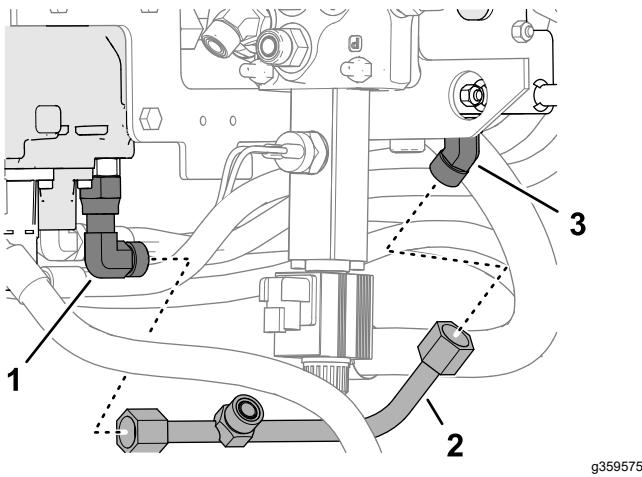
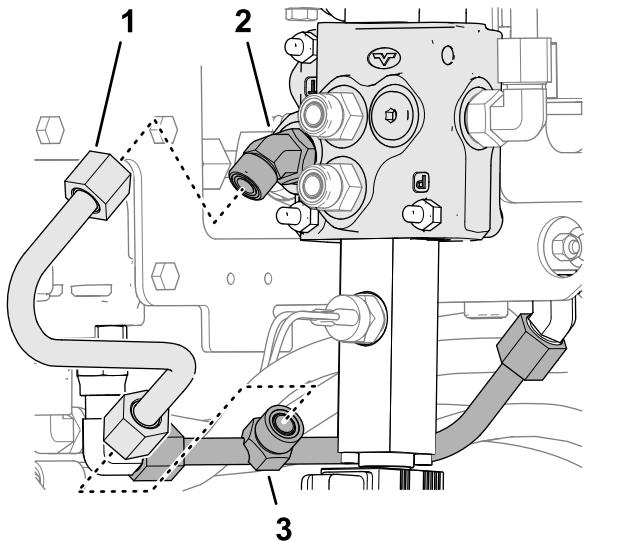

Figura 19
Figura 20
2. Monte provisionalmente el tubo del colector en el acoplamiento de 90° de la válvula del brazo de carga y el acoplamiento de 45° (inferior) en el puerto T de la válvula de bajo caudal (Figura 19).
3. Monte provisionalmente el tubo en forma de S en el acoplamiento del tubo del colector y el acoplamiento de 45° en el puerto T de la válvula auxiliar (**Figura 20**).
4. Apriete el acoplamiento de 90° del puerto T de la válvula del brazo de carga (**Figura 19**) y el acoplamiento de 45° en el puerto T de la válvula auxiliar (**Figura 20**) a entre 79 y 98 N·m.